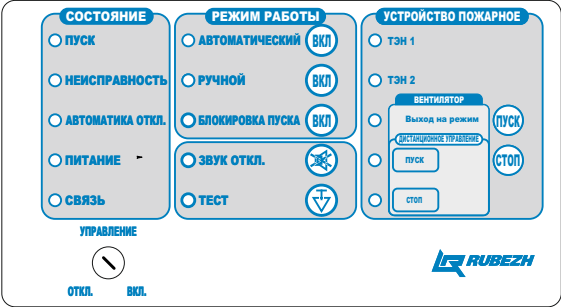

Рисунок 4 – Панель управления ШУ
1.5.12 На лицевой стороне ШУ расположены индикаторы и органы управления с защитой от несанкционированного доступа. Все индикаторы и органы управления разделены на три группы **СОСТОЯНИЕ**, **РЕЖИМ РАБОТЫ** и **УСТРОЙСТВО ПОЖАРНОЕ** (Рисунок 4).
ШУ переводится в режим «Автоматический» нажатием кнопки «ВКЛ.» рядом с наименованием индикатора **АВТОМАТИЧЕСКИЙ** в поле **РЕЖИМ РАБОТЫ** панели управления (Рисунок 4). Нажатие кнопки подтверждается кратковременным звуковым сигналом и включением индикатора **АВТОМАТИЧЕСКИЙ**. При этом индикатор **РУЧНОЙ** или **БЛОКИРОВКА ПУСКА** гаснет.
ШУ переводится в режим «Ручной» нажатием кнопки «ВКЛ.» рядом с наименованием индикатора **РУЧНОЙ** в поле **РЕЖИМ РАБОТЫ** панели управления (Рисунок 4). Нажатие кнопки подтверждается кратковременным звуковым сигналом и включением индикатора **РУЧНОЙ**. При этом индикаторы **АВТОМАТИЧЕСКИЙ** или **БЛОКИРОВКА ПУСКА** гаснут, и загорается индикатор **АВТОМАТИКА ОТКЛ.**
ШУ переводится в режим «Блокировка пуска» нажатием кнопки «ВКЛ.» рядом с наименованием индикатора **БЛОКИРОВКА ПУСКА** в поле **РЕЖИМ РАБОТЫ** панели управления (Рисунок 4). Нажатие кнопки подтверждается кратковременным звуковым сигналом и включением индикатора **БЛОКИРОВКА ПУСКА**. При этом индикаторы **РУЧНОЙ** или **АВТОМАТИЧЕСКИЙ** гаснут и загорается индикатор **АВТОМАТИКА ОТКЛ.**